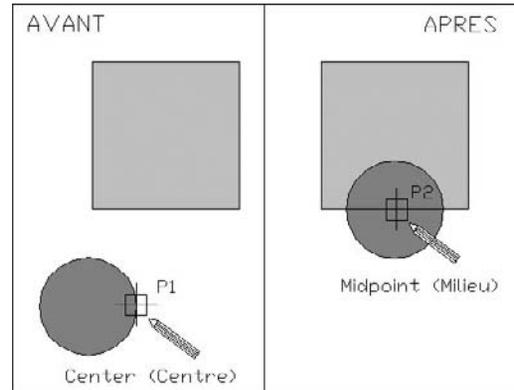

Fig.6.23
- 1 Exécuter la commande de déplacement à l'aide d'une des méthodes suivantes (fig.6.23) :